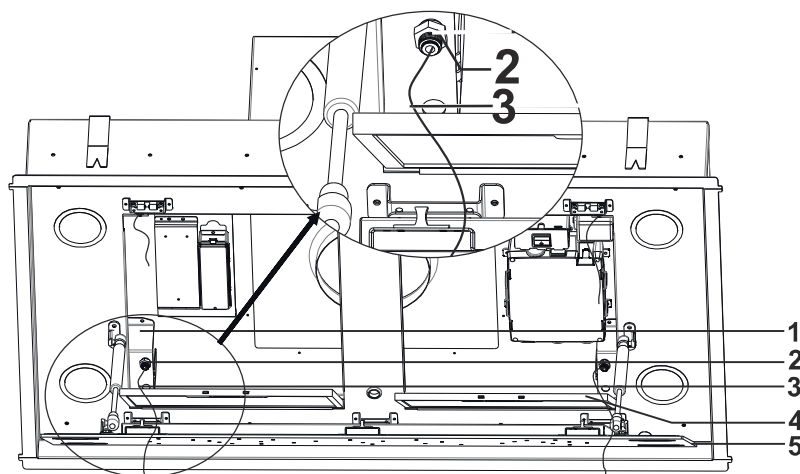

Fig. 21
- 6.** ➔ Vip kantsugpladen ud, ved at tage fat i hjørnerne og hive forsigtigt i den (Fig. 21/5).
Fjern fedtfilterne (Fig. 21/4)og træk stålwirene igennem sikkerhedslåsene oppefra og ned (Fig. 21/2) . Gør dette for alle 4 stålwirer der medfølger
Når emhætten er hævet til loftet og der ikke længere kan trækkes i stålwirene, skal stålwirene rulles sammen og lægges ind i opbevaringspladsen. Bemærk; når stålwirene er lagt ind i opbevaringspladserne, skal det bøjelige metal bukkes sammen, så stålwirene ikke falder ud (Fig. 21/1).